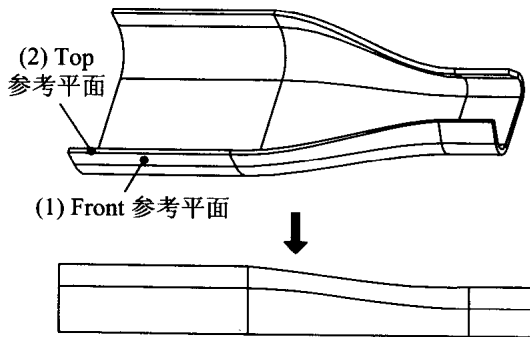
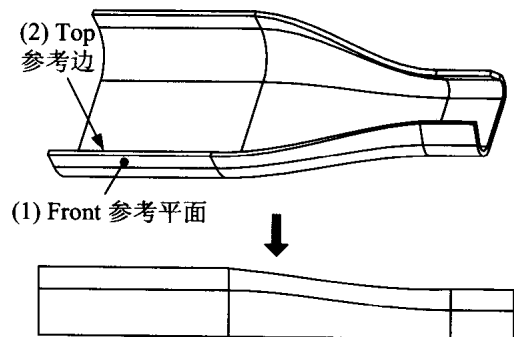

图 1.9
图 1.10
欲将一个三维钣金翻转为二维视图时,需指定两个“互相垂直的平面”的方位,例如在图 1.9 中,先选取(1)所示的正面为 Front 参考平面(即令此平面的正方向朝前),再选取(2)所示的顶部面为 Top 参考平面(即令此平面的正方向朝上),则钣金转为前视图。但由于钣金的侧面通常很薄,侧面可能不太容易抓取(例如图 1.9 (2)的顶部面很薄,不容易抓取),因此在钣金的视图控制方面,可利用平面的边线 (Edge) 来取代平面,作为定位的参考边,以将三维钣金翻转为二维视图。例如在图 1.10 中,先选取(1)所示的正面为 Front 参考平面,再选取(2)所示的边线为 Top 参考边,则钣金转为前视图。